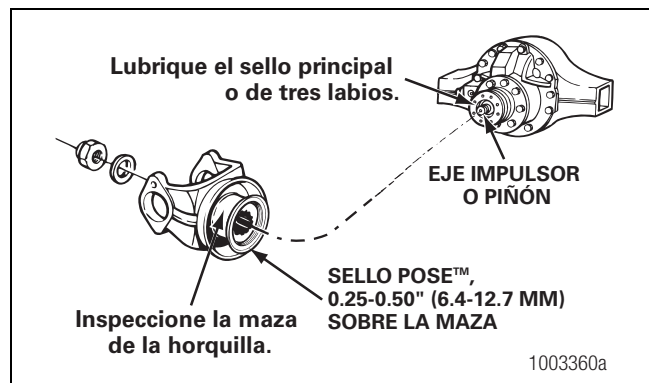

Figura 5.25
- B. Instale parcialmente el sello POSE™ sobre la horquilla a 0.25-0.50 de pulgada (6.4-12.7 mm). Figura 5.25.